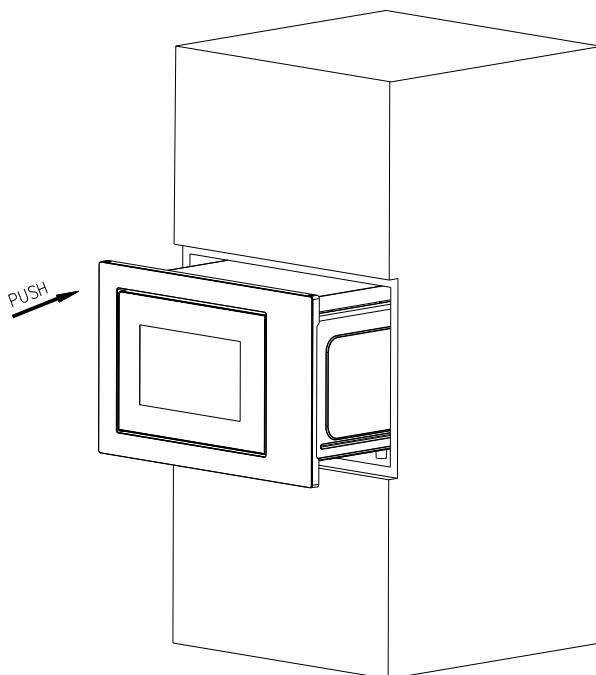
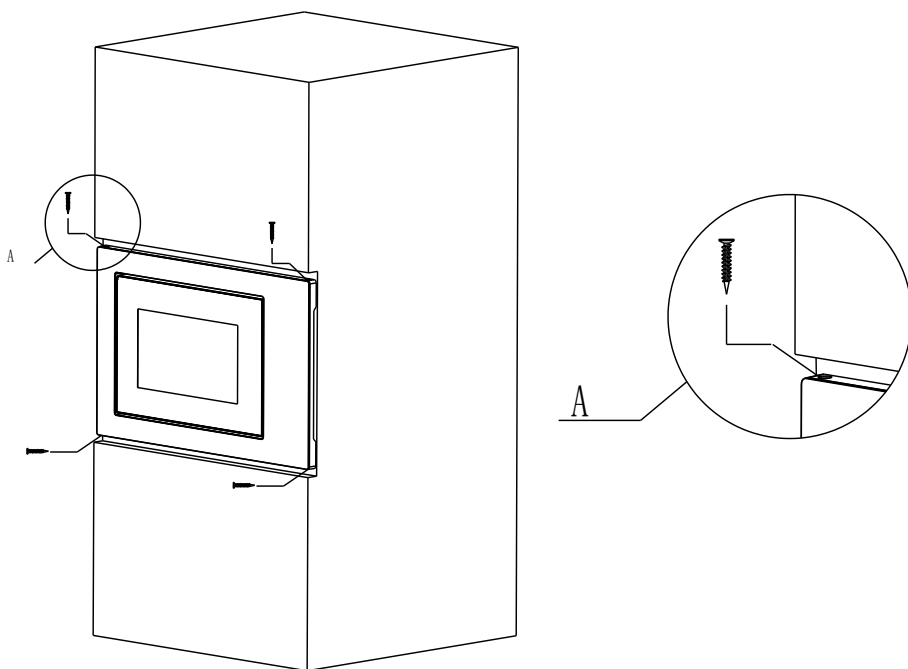

Fig.1
Fig.4
- b) Profundidade líquida $\geq 550\text{mm}$, conforme exibido na Fig.4.
② INSTALAÇÃO:
- a) Coloque o forno microondas no armário embutido e empurre-o até ao fim. (Fig.1)
d) Utilize os parafusos disponíveis na embalagem das peças para fixar o forno microondas no armário. (Fig.4).